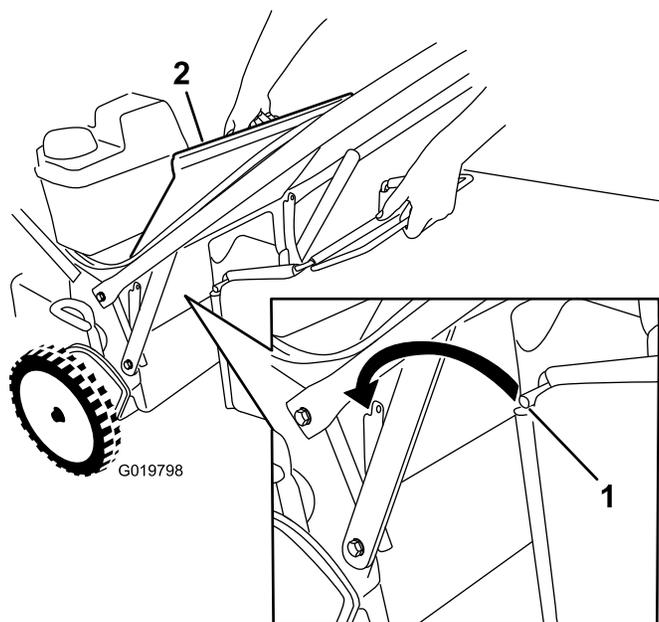

Figura 25
1. Faça subir e mantenha elevado o defletor traseiro (Figura 25).
assegurar que a barra está encaixada na parte inferior de ambas as ranhuras; consulte a Figura 25.